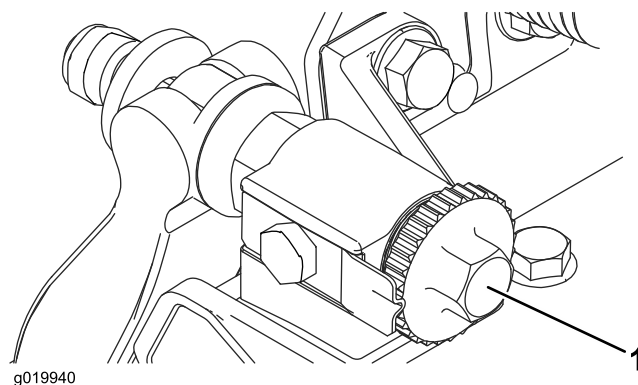

Figura 8
2. Gire los tornillos de ajuste de la barra de asiento en el sentido contrario a las agujas del reloj para asegurarse de que la barra no esté en contacto con el molinete (Figura 8).